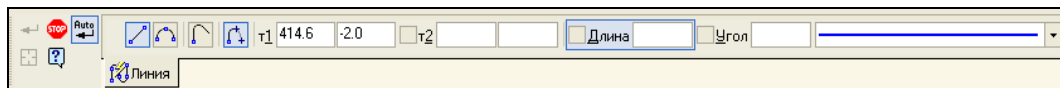

Рис. 5.17. Панель свойств в режиме построения **Линия**
- ♦ вызовите команду **Линия**. На Панели свойств (рис. 5.17) в группе **Тип** по умолчанию активна кнопка **Отрезок**. Стиль отрисовки линии можно установить в окне **Стиль**;